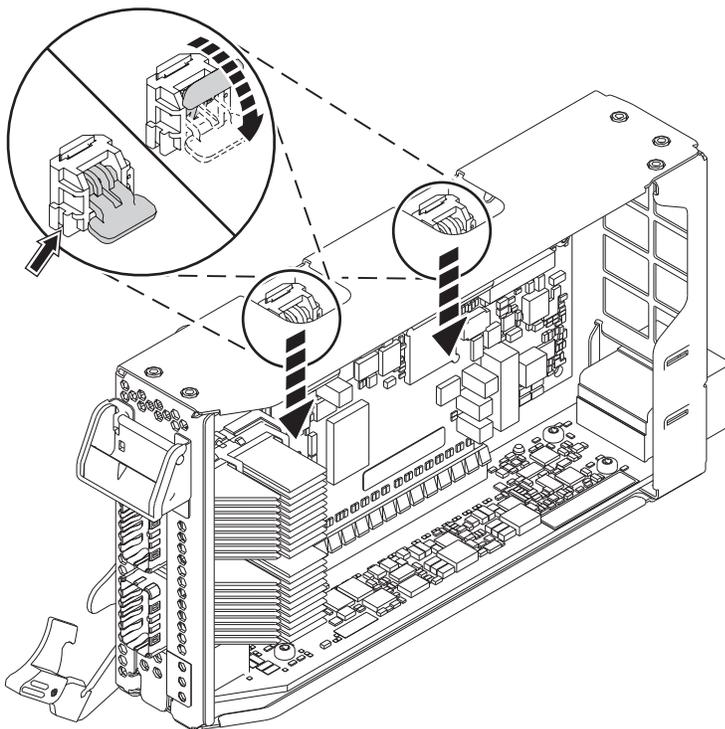

図 43. カセット・ラチェットのロック
- d. カセットの上端にあるカセット・ラチェットを回転させて、アダプターを固定します。図 43 を参照してください。